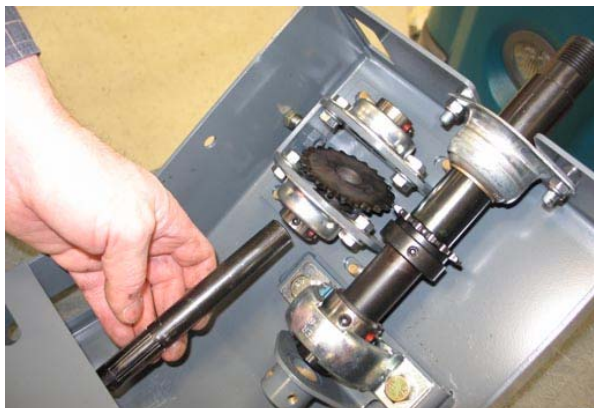

FIG. 37
34. Retirez l'arbre de direction souple. Mettez la clavette et l'arbre de direction souple au rebut. (Figure 37)